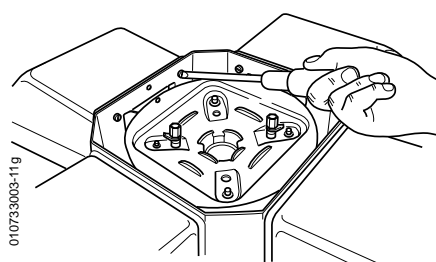

FIG. 7
- 7) Dévisser et ôter les 8 vis internes de fixation de capots de bras ainsi que les rondelles éventail (FIG. 7).